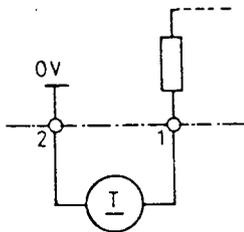

Figure 5.3.1.1
- Raccordement selon figure 5.3.1.1